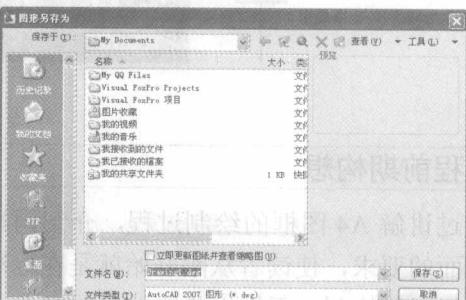

图 1-6 “图形另存为”对话框
Step 05 单击“标准”工具栏中的“保存”工具按钮 ，弹出“图形另存为”对话框，如图 1-6 所示。